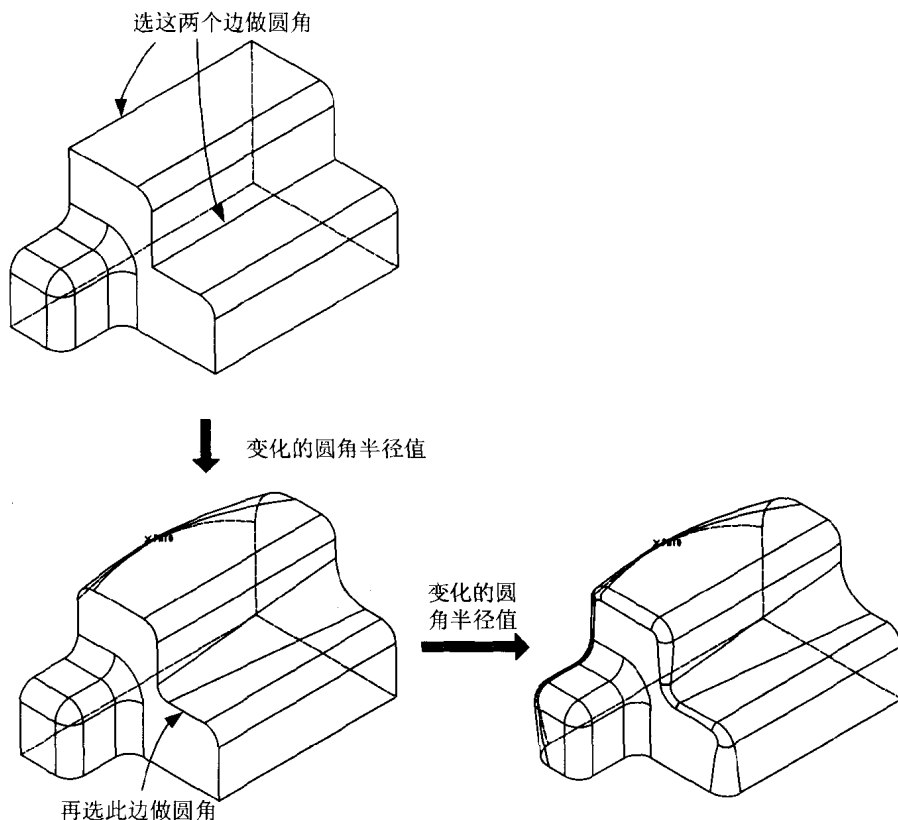

图 1.5
- ◆ **Variable(可变的)**: 变化的圆角半径值, 可以指定圆角在某处的圆角半径值, 在两点之间则依据两点的半径值做变化(见图 1.5)。